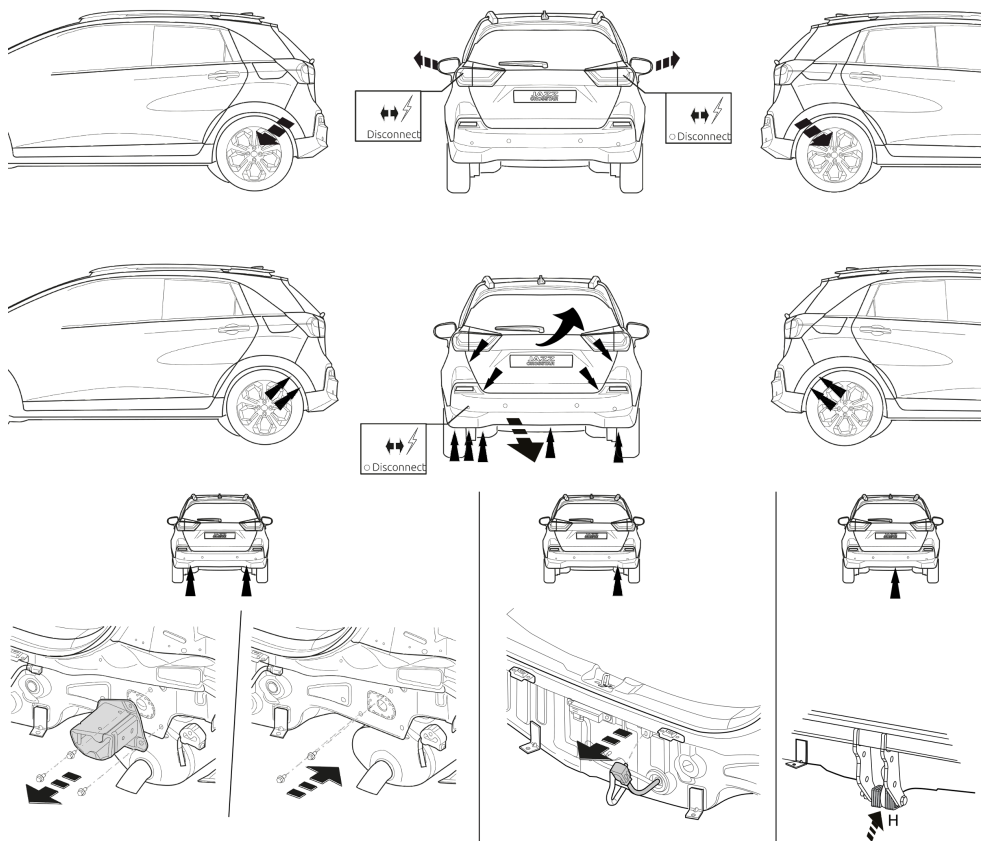

Fig. 1
1. Снять бампер. См. рисунок 1.
2. Снять указанные маркированные части. См. рисунок 1.
3. Внимание, если имеются: монтировать парковочный датчик. См. рисунок 1
9. Прикрепить поперечный брус в середине к буксировочному уху (рис. 1- Н).